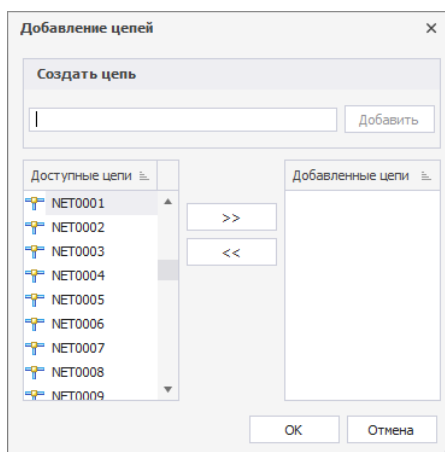

Рис. 171 Окно «Добавление
1) В окне редактора цепей шины в поле «Список» нажать кнопку «Добавление цепей». Откроется окно «Добавление цепей», см. Рис. 171.